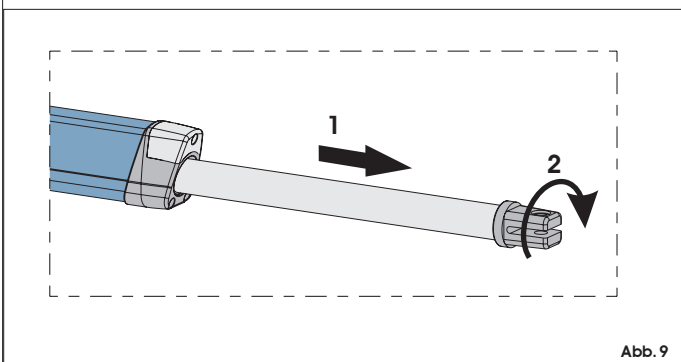

Abb. 9
- 4) Den Schaft bis zum Anschlag ganz entfernen, Abb.9 Bez.1.
- 6) Den Schaft eine halbe/ganze Runde im Uhrzeigersinn drehen, Abb. 9 Bez.2